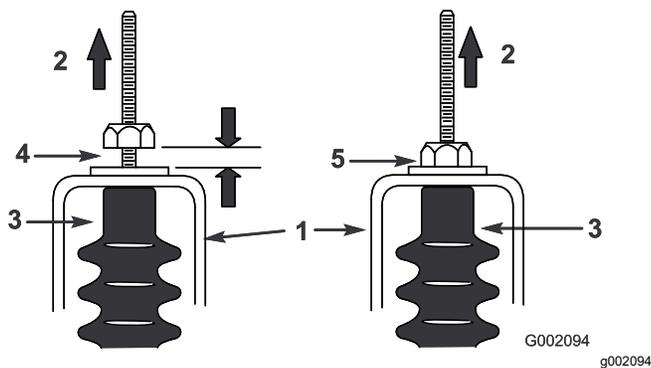

Figura 53
5. Tirate verso l'alto ciascun cavo del cambio e verificate che vi sia un gioco di 0,76–1,52 mm tra il dado con rondella e la staffa di folle (Figura 53).